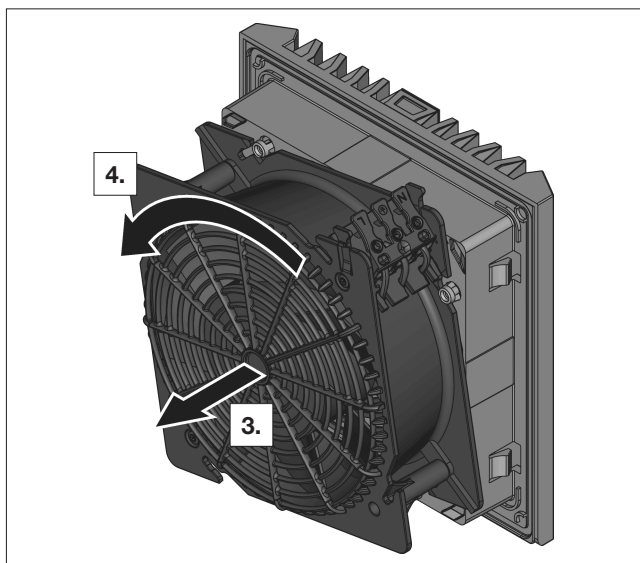

Fig. 13 : rotation du bloc moteur du ventilateur
- Pivoter le bloc moteur du ventilateur de 90°, 180° ou 270° afin que le raccordement électrique se trouve à la position souhaitée (voir fig. 13).